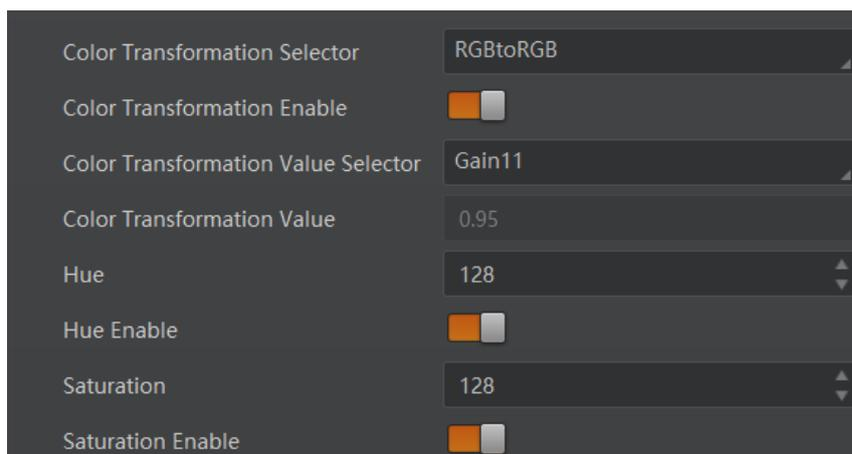

图11-8 设置方法二
- 开启 *Color Transformation Enable* 参数时，通过色调和饱和度参数控制 *Transformation Value* 参数值，如图 11-8 所示。